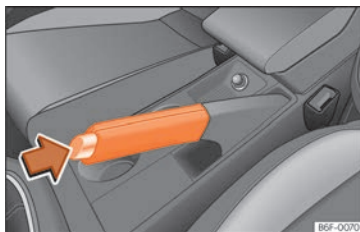

Fig. 219 Frein à main entre les sièges avant.
– Serrez le frein à main à fond en tirant le levier vers le haut » fig. 219.
– Soulevez légèrement le levier du frein à main, appuyez sur le bouton de déblocage dans le sens de la flèche » fig. 219 et abaissez le levier au maximum » ⚠.